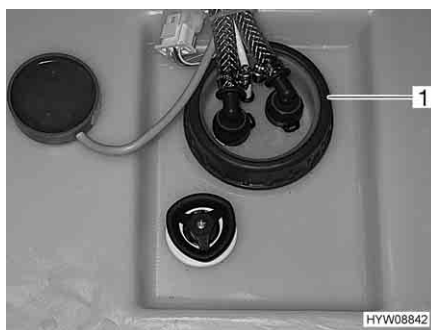

Fig. 227 Apertura per la pulizia sul serbatoio dell'acqua
- Staccare il coperchio (Fig. 227,1) del serbatoio dell'acqua.